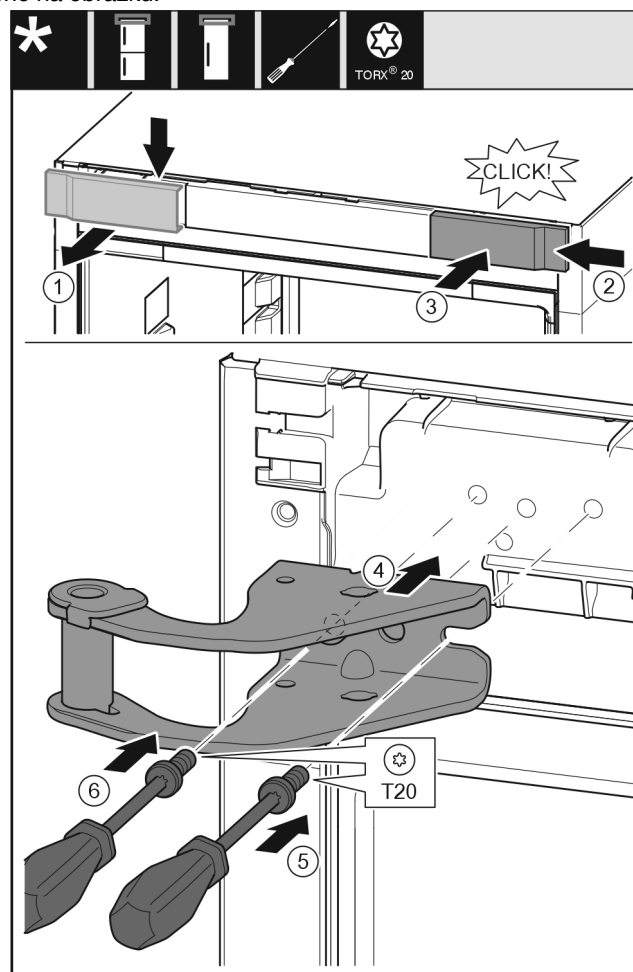

Fig. 19
- ▶ Odeberte kryt shora dopředu. Fig. 19 (1)
- ▶ Kryt otočený o 180° zavěste na druhé straně zprava. Fig. 19 (2)
- ▶ Zaklapněte kryt. Fig. 19 (3)
- ▶ Nasadte horní stojan ložiska. Fig. 19 (4)
- ▶ Šroubovákem T20 nasadte šroub a utáhněte. Fig. 19 (5)
- ▶ Šroubovákem T20 vložte šroub a utáhněte. Fig. 19 (6)